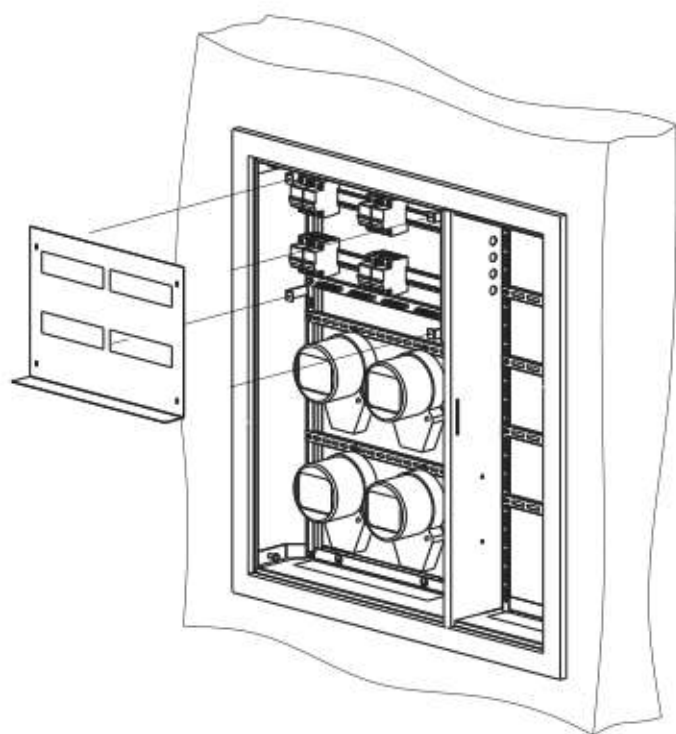

Рисунок 15
6.3 Установите Панель оперативную на Кронштейны с помощью винта резьбовыдавливающего M4x8 (рисунок 15).